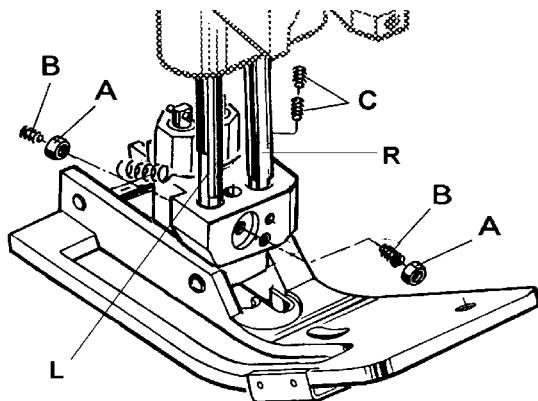

Fig. 16
Remove the needle and rotate handwheel until the feed dog is below the throat plate. Depress the presser foot lifter lever and insert the presser foot in the two presser bars (L and R, Fig. 16). The left presser bar (L) should only engage with its pivot in the opening of the presser foot shank.
Loosen the two lock nuts (A, Fig. 16) and align with the two set screws (B), the needle slot in the presser foot with the needle slot in the throat plate. Secure this setting with the two lock nuts (A).
Entfernen Sie die Nadel und drehen Sie das Handrad bis der Transporteur unter der Stichplatte steht. Drücken Sie den Drückerfuß-Lifterhebel und setzen Sie den Drückerfuß in die beiden Drückerfußstangen (L und R, Fig. 16) ein. Die linke Drückerfußstange (L) darf nur mit dem Zapfen in die Öffnung der Drückerfußnabe eingreifen.
Lösen Sie die beiden Kontermuttern (A, Fig. 16) und richten Sie mit den beiden Gewindestiften (B) das Stichloch im Drückerfuß zum Stichloch der Stichplatte aus. Sichern Sie diese Einstellung mit den beiden Kontermuttern (A).